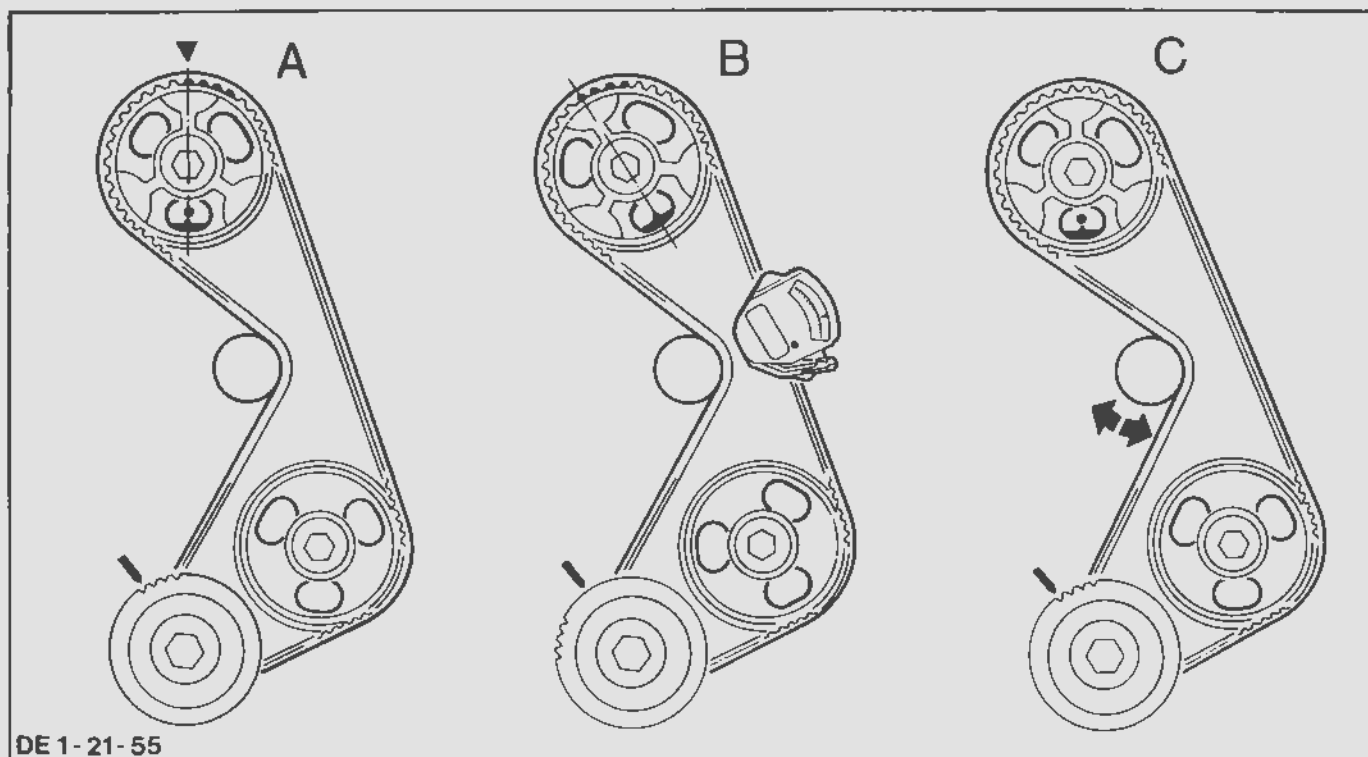

Fig.88. Justering af tandremsspænding
22. For motorer uden remstrammerfjeder justeres tandremsspændingen som følger, Fig. 88.